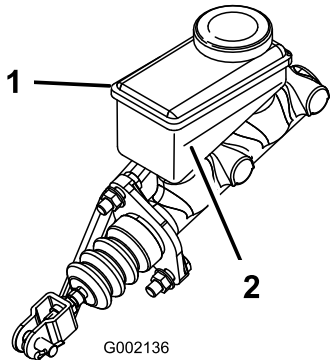

Bild 17
3. Lesen Sie den Flüssigkeitsstand am Stutzen an der Seite des Behälters ab (**Bild 17**).
- B. Füllen Sie DOT 3-Bremsflüssigkeit in den Behälter, bis der Füllstand über der Minimum-Markierung liegt (**Bild 17**).